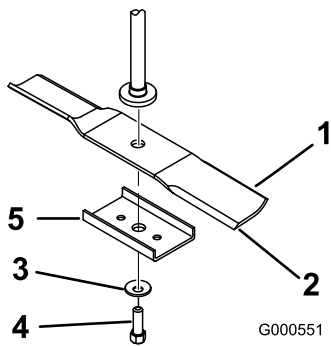
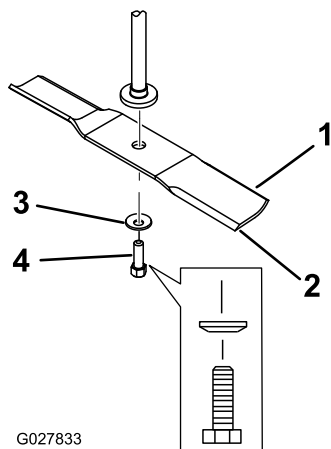

Figura 56
Figura 57
2. Retire o esticador da lâmina (apenas plataformas de 81 cm), o parafuso da lâmina, a anilha curva e lâmina do eixo (Figura 56 e Figura 57).
- Instale lâmina no eixo (Figura 57).
- Instale o esticador de lâmina (apenas plataformas de 81 cm), a anilha curva (lado oval virado para a lâmina) e o parafuso da lâmina (Figura 57).